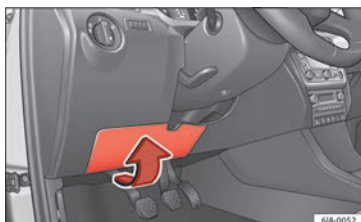

Fig. 55 En el tablero de instrumentos del lado del conductor: tapa de la caja de fusibles.
- Incline con cuidado la cubierta en la dirección de la flecha y quítela » **fig. 55**.